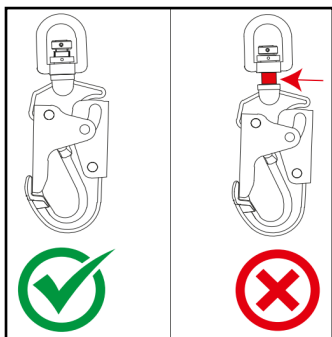

Fig. 9
- Verifique que los componentes del conector estén en buenas condiciones sin daños. Opere el gatillo del mosquetón de seguridad para verificar que funcione bien. Compruebe el mosquetón de seguridad giratorio con anillo indicador de caída. Si la banda de color rojo está expuesta, retire el retráctil de servicio inmediatamente (ver Fig.9).
- Check that the connector components are in good condition and undamaged. Operate the safety carabiner trigger to check that it works properly. Check the swivel safety carabiner with the fall indicator ring. If the red band is exposed, remove the retractor from service immediately (see Fig. 9).